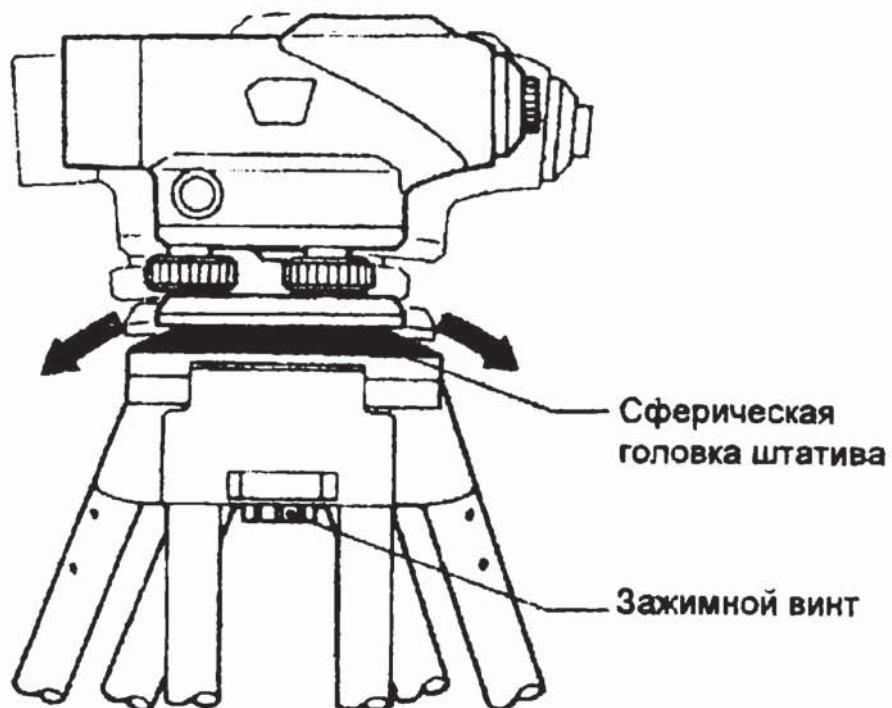

Рис. 5.3
5) Придерживая прибор на штативе, закрутите становой винт (рис. 5.3).